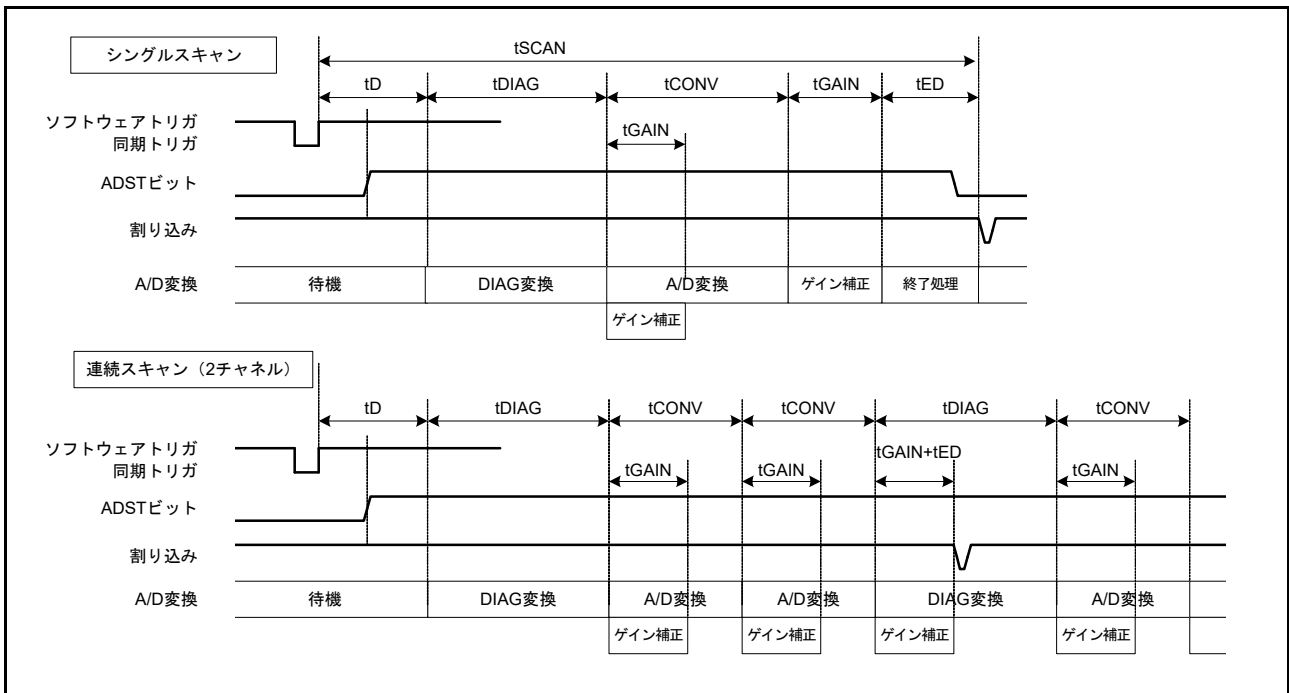
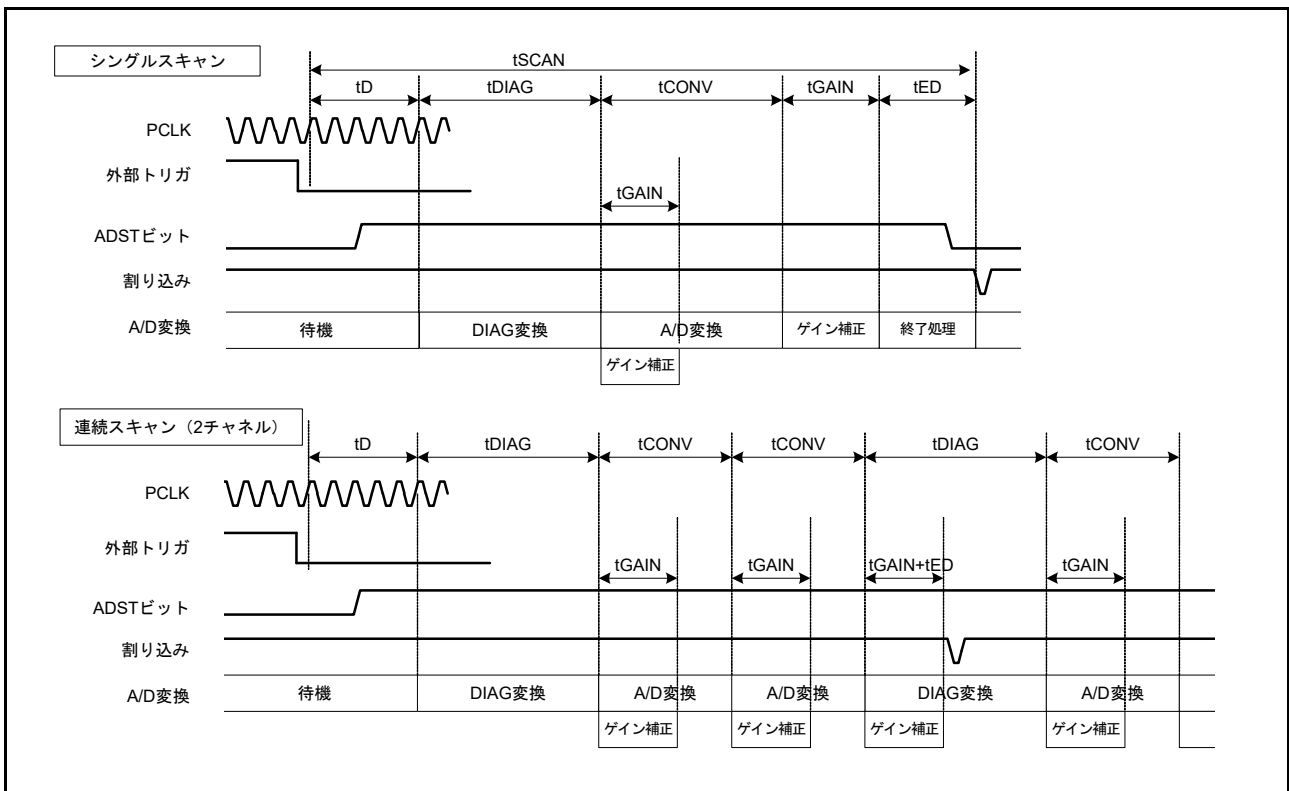

図 32.28 スキャン変換のタイミング (ソフトウェア起動、同期トリガ入力 (ELC) 起動の場合)
図 32.29 スキャン変換のタイミング (非同期トリガ入力 (ADTRG0) 起動の場合)
図 32.28 に、ソフトウェアトリガまたは同期トリガ (ELC) 起動によりスキャン変換を行う場合のタイミングを示します。また、図 32.29 に、非同期トリガ (ADTRG0) 起動によるスキャン変換を行う場合のタイミングを示します。スキャン変換時間 ( $t_{SCAN}$ ) はスキャン変換開始遅延時間 ( $t_D$ )、断線検出アシスト処理時間 ( $t_{DIS}$ ) (注 1)、自己診断変換時間 ( $t_{DIAG}$ ) (注 2)、A/D 変換処理時間 ( $t_{CONV}$ )、ゲイン補正時間 ( $t_{GAIN}$ ) およびスキャン変換終了遅延時間 ( $t_{ED}$ ) を含めた時間となります。
- 注 1.  $t_D$ 、 $t_{DIAG}$ 、 $t_{CONV}$ 、 $t_{GAIN}$ 、 $t_{ED}$  各タイミング例については、図 32.28 および図 32.29 を参照してください。 $t_D$  および  $t_{ED}$  は最大時間です。